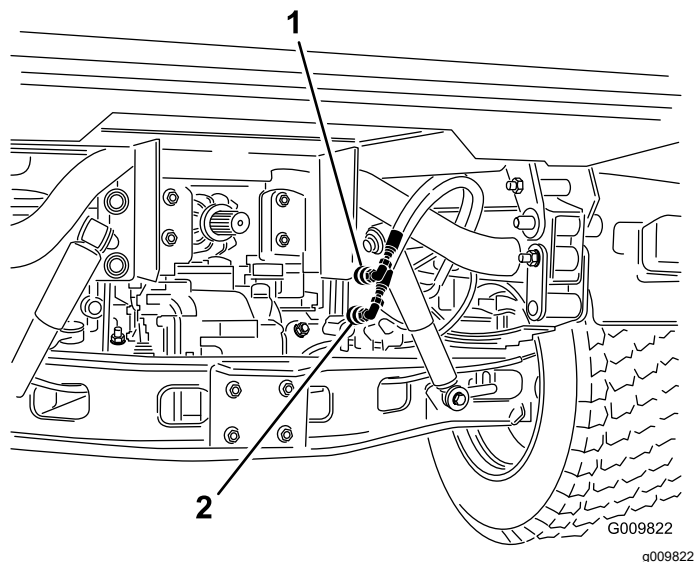

Figure 71
2. Sur les deux machines, débranchez les 2 flexibles à coupleurs rapides des flexibles fixés au support de coupleur (Figure 71).